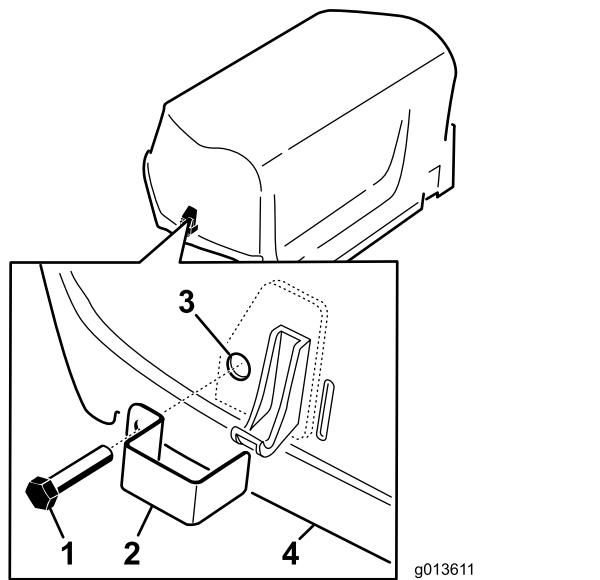

Bild 15
- Befestigen Sie den Sperrriegel mit einer Blechschraube (zwei insgesamt) über die Haubenriegel (Bild 15).